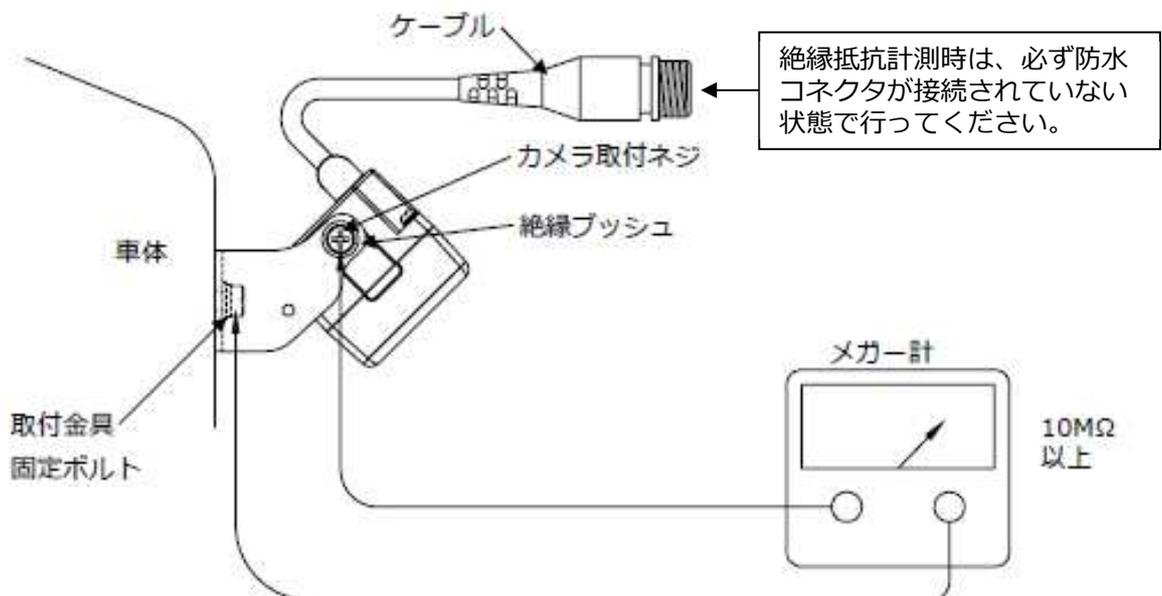

図14 絶縁抵抗測定
- ③ カメラ本体と取付金具は絶縁していますので、カメラ取付後、ケーブルと接続する前に絶縁を確認願います。(図14参照)